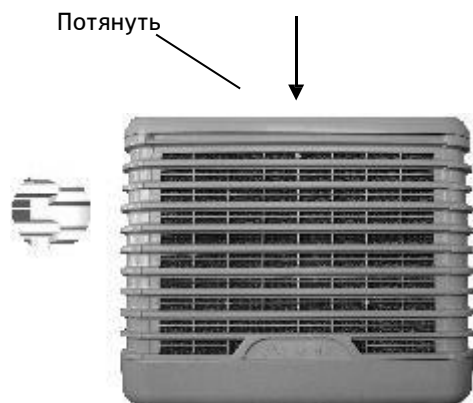

РИС.1
- Демонтаж: Потяните вниз боковую панель, РИС.1.